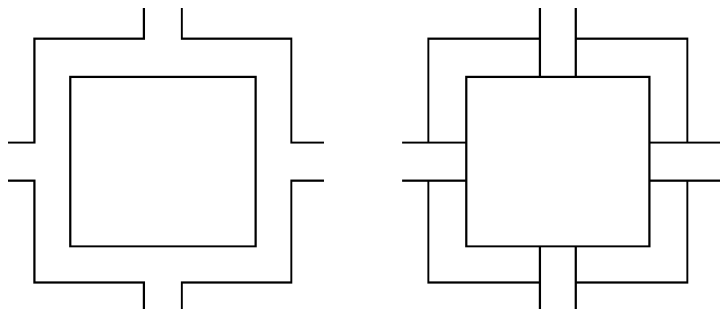

图 6-20 【延伸】命令应用示例
(2) 【选择要延伸的对象，或按住 Shift 键选择要修剪的对象，或 [投影(P)/边(E)/放弃(U)】: 用于选择延伸边、改变延伸模式或取消当前操作，其各选项含义与【修剪】命令的对应选项类似。如图 6-20 所示。